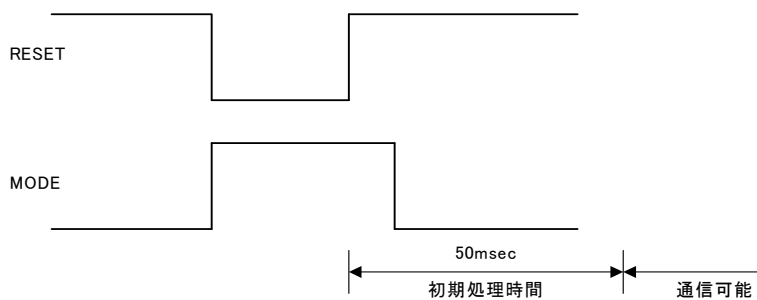

図 6 RESET 時の初期化タイミング
- 3) RESET 端子に制御信号を入力した場合についても、RESET 解除後、約 50msec 後のタイミングで可能になります(図 6)。